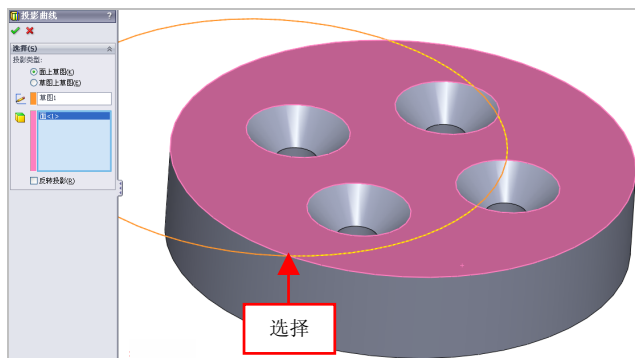

图 7-24 选择合适的对象
(3) 弹出【投影曲线】属性管理器，依次选择草图和模型上表面对象，如图 7-24 所示。